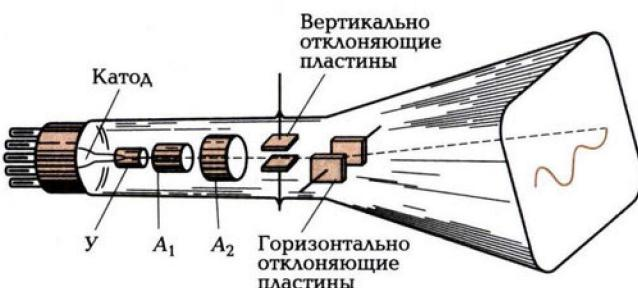

Рис. 18.8
**Осциллограф непрерывного действия.** Важнейшей частью осциллографа является электронно-лучевая трубка (рис. 18.8), которая состоит из электронного прожектора, отклоняющей системы и экрана. Прожектор создает узкий электронный луч и состоит из подогревного катода, управляющего электрода  $U$  и двух анодов  $A_1$  и  $A_2$ .